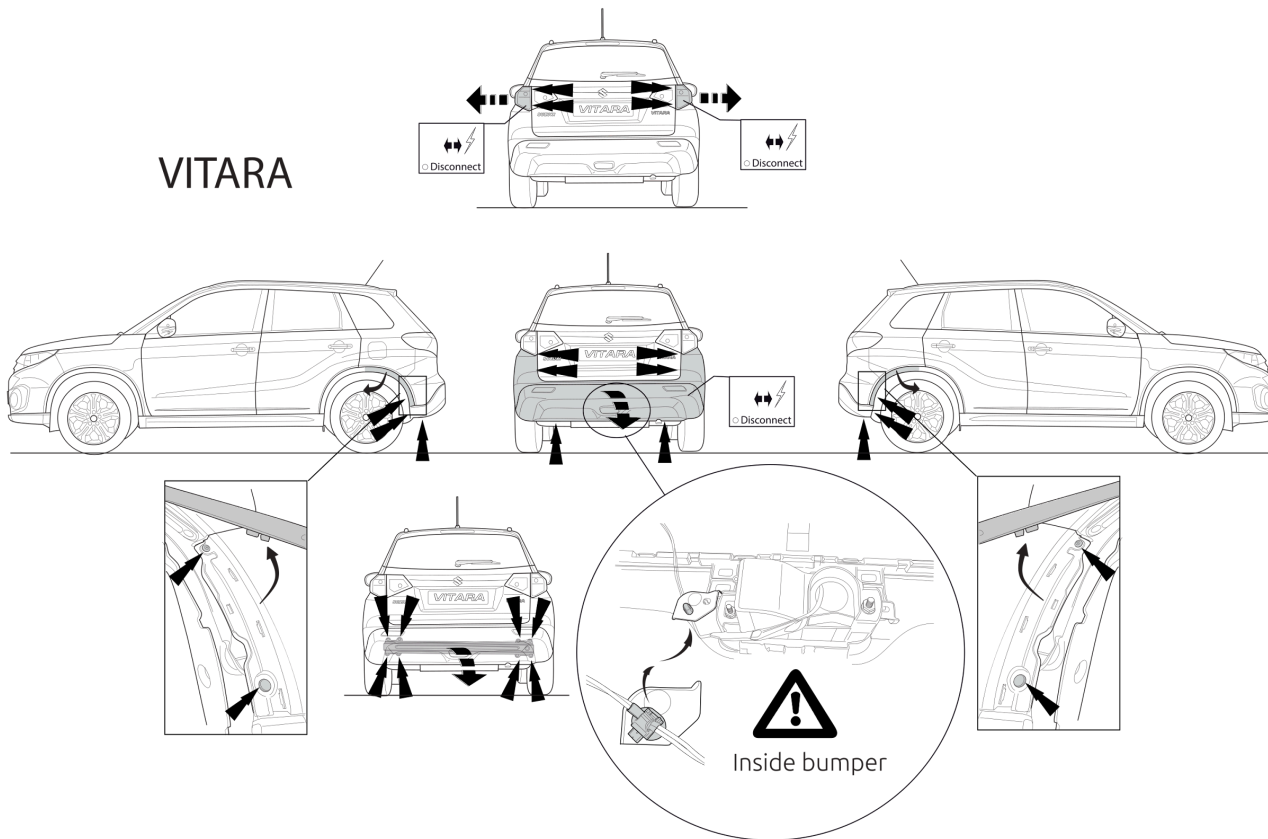

Fig. 1
1. Снять оба блока задних фар. Снять бампер вместе со буферным брусом автомобиля. Буферный брус больше не понадобится. См. рисунок 1 & 2.